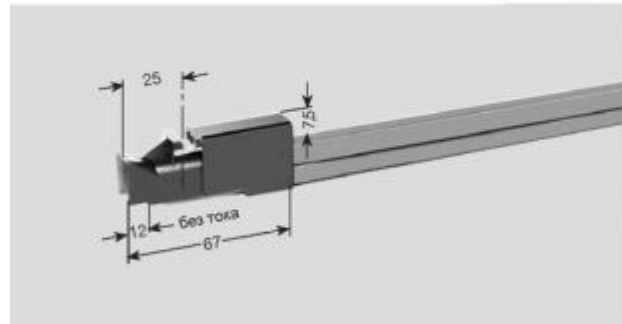

Рис. 12: Переходник US 10
8. Переходник US 10 (рис. 12)
- Установить переходники на торцевую сторону профиля контактного рельса до полной фиксации (рис. 12).